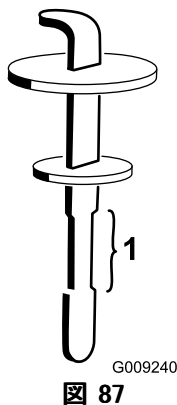

図 87
- 補給口の首からディップスティックを抜き、ウェスできれいに拭う。もう一度首に差し込んで引き抜き、オイルの量を点検する。オイルの量が安全範囲にあれば適正である (図 87)。